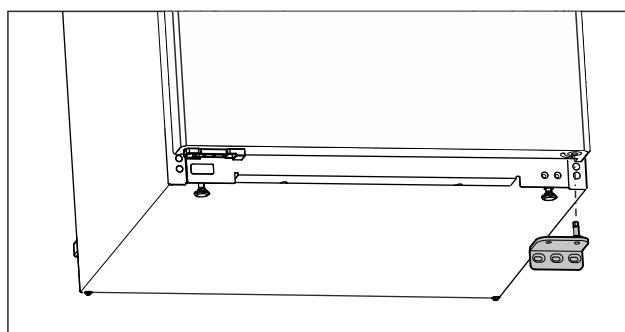

Fig. 16
- Снимите опорный кронштейн движением вниз. (см. Fig. 16)